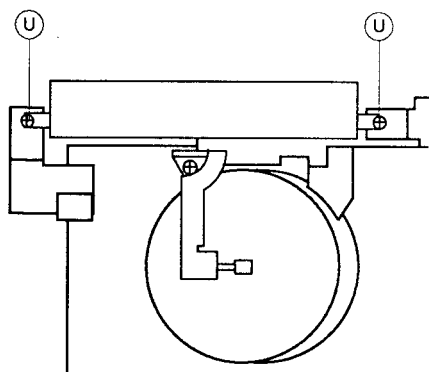

Fig. 10
– Schrauben (U) entfernen und Kopfverstärker nach oben herausziehen (Fig. 10).
– Remove the screws (U) and lift the head amplifier upwards to remove it (Fig. 10).